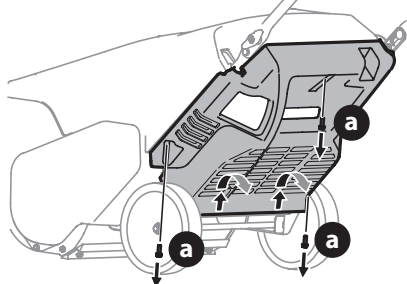

Figure 25
2. Extraiga los tres tornillos (a) que sujetan el panel inferior. Extraiga el panel inferior levantándolo para liberar las lengüetas que están en la base del panel de las ranuras para lengüetas y luego tire hacia atrás (Figure 25).
- a. Extraiga los tres tornillos (a) que sujetan el panel inferior. Extraiga el panel inferior levantándolo para liberar las lengüetas que están en la base del panel de las ranuras para lengüetas y luego tire hacia atrás (Figure 25).